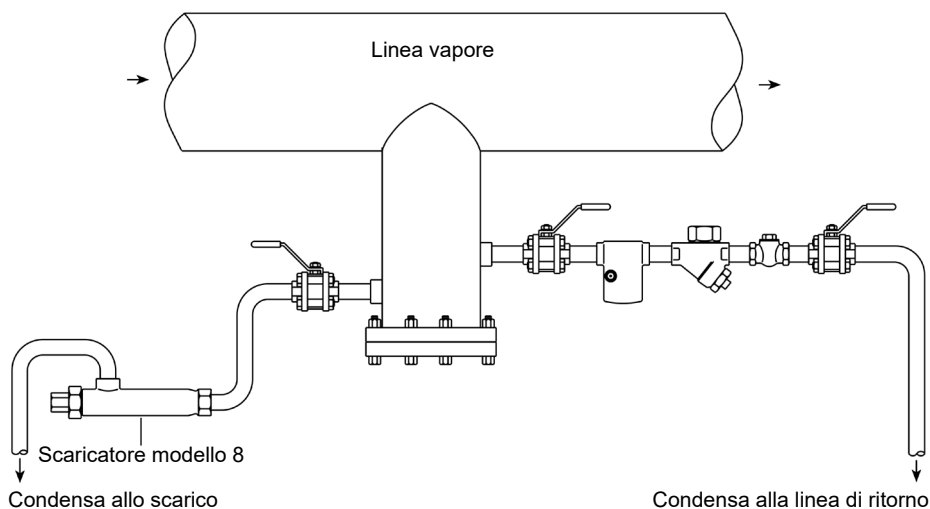

Fig. 2
- 3.5** Grazie alle sue caratteristiche di scarico a temperatura fissa, lo scaricatore ad espansione di liquido può essere utilizzato convenientemente come uno “scaricatore di arresto di drenaggio”. La sua uscita deve sempre essere rivolta verso l'alto, come visibile nella Fig. 2, per consentire che l'elemento riempito di olio sia sempre immerso nel liquido, e portata ad uno scarico aperto che termini sotto il suo corpo, in una posizione sicura. Dato che questo apparecchio è in grado di scaricare solamente a temperature tra 60°C e 100°C (140°F - 212°F), esso dovrà essere installato insieme ad un 'normale' scaricatore di drenaggio di linea che sarà usualmente canalizzato ad una linea di ritorno della condensa.